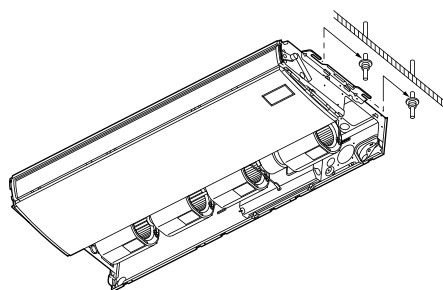

Fig. 3-46
- b) Levante la unidad interior y colóquela en las arandelas a través de las muescas, a fin de fijarla en su lugar. (Fig. 3-46)